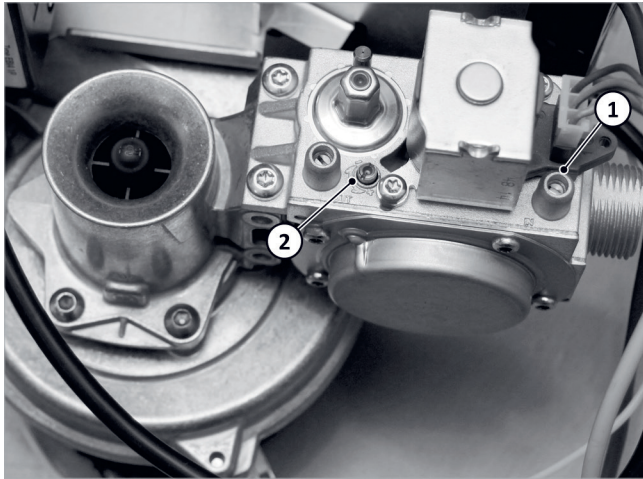

Fig. 113: impostazione del bruciatore
- Per controllare la pressione di flusso del gas con il bruciatore in funzione utilizzare il raccordo di misura → fig. 113 (1).